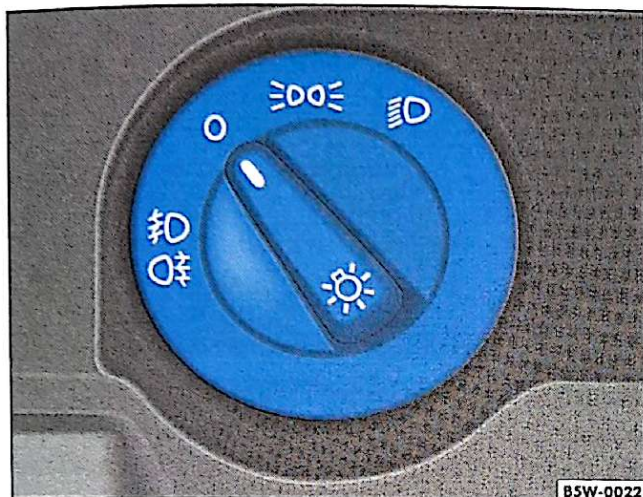

Fig. 57 Detalhe no painel de instrumentos: interruptor das luzes
- Gire o interruptor para a posição ☀ ⇒ fig. 57. Nesta posição são acesas as lanternas (luz de posição), lanterna da placa de licença, painel de instrumentos e a luz indicadora ☀23) no painel de instrumentos ⇒ ⚠.
- Gire o interruptor para a posição ☀ ⇒ fig. 57. Nesta posição, os faróis são ligados, alto ou baixo, dependendo do comutador dos faróis ⇒ Página 78. Com o farol alto ligado, a luz indicadora ☀ acende-se no painel de instrumentos.